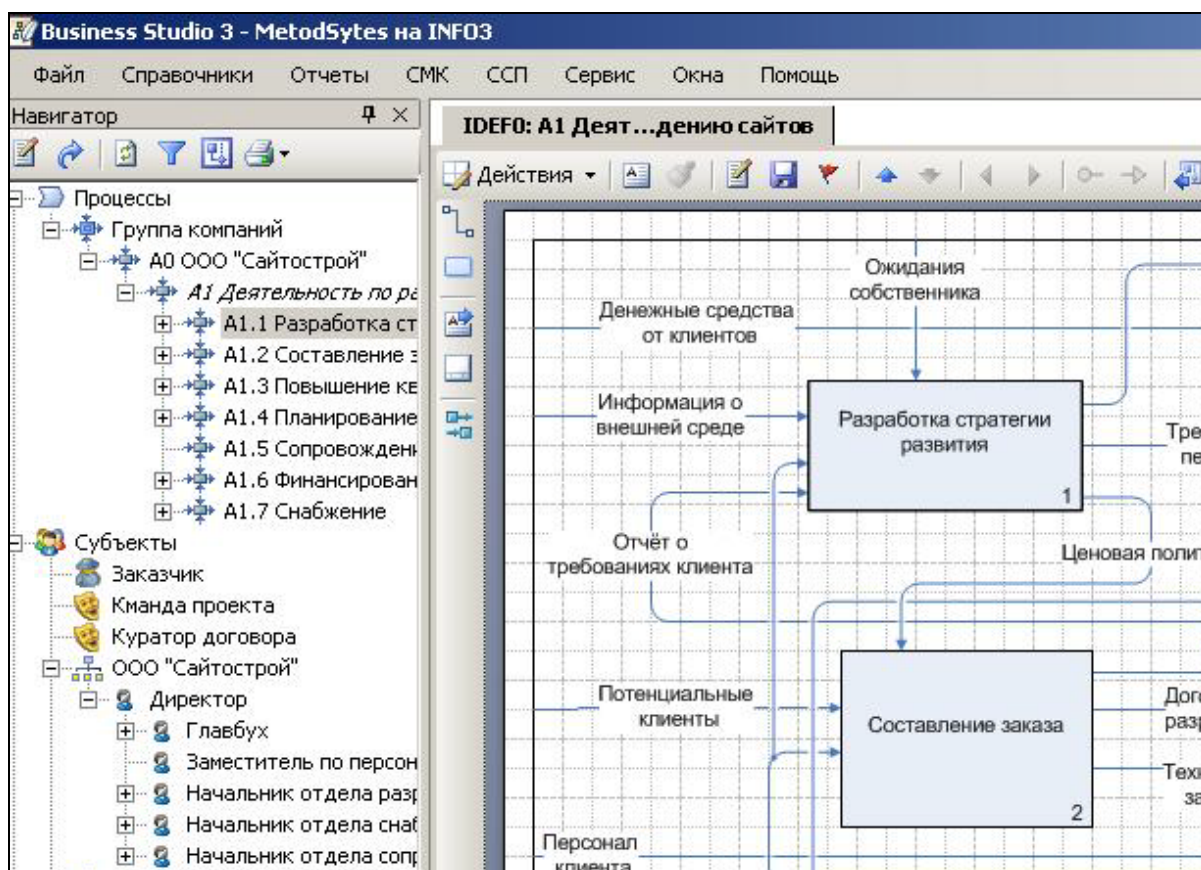

Рисунок 3.3 - Вид основного окна Business Studio
5. Справа в окне (Рисунок 3.3) размещаются окна редактора диаграмм.